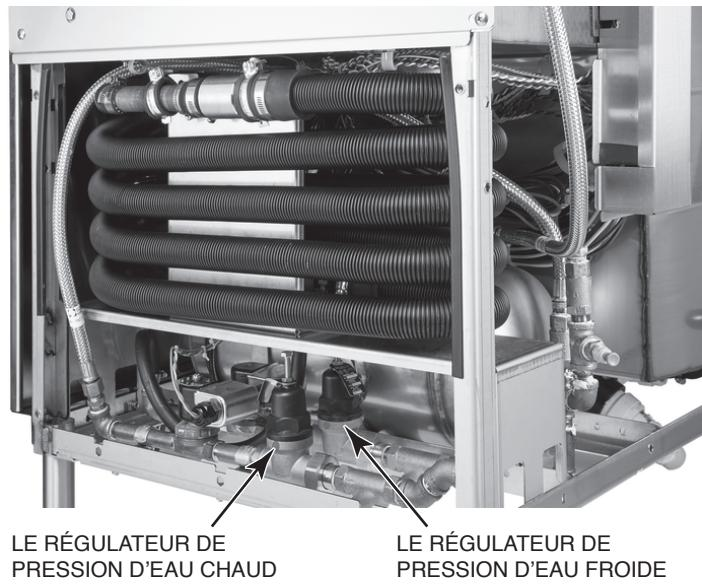

Fig. 20
16. Alors que l'eau du rinçage final s'écoule, régler le régulateur de pression d'eau froide au rinçage final (Fig. 20) jusqu'à ce que la pression du manomètre du rinçage final indique 20 +/- 5 psi.